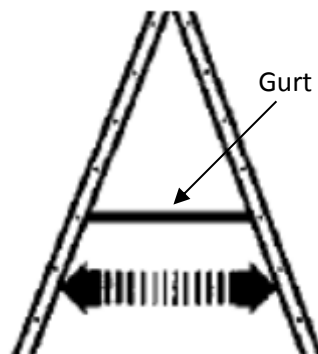

Abb. 8
a) Komplette Leiter aufstellen und in maximal mögliche Öffnung (Gurte sind gespannt, Abb. 8) öffnen.
c) Leiter aufstellen und wie eine Bockleiter aufstellen und in maximal mögliche Öffnung (Gurte sind gespannt, Abb. 8) öffnen.
- b) Trittstufen aufstellen und in die Position maximaler Öffnung öffnen (Seile sind gespannt, Abb. 8).
- e) Zustand der Seile sorgfältig prüfen, die zu weite Öffnung verhindern (Abb. 8).